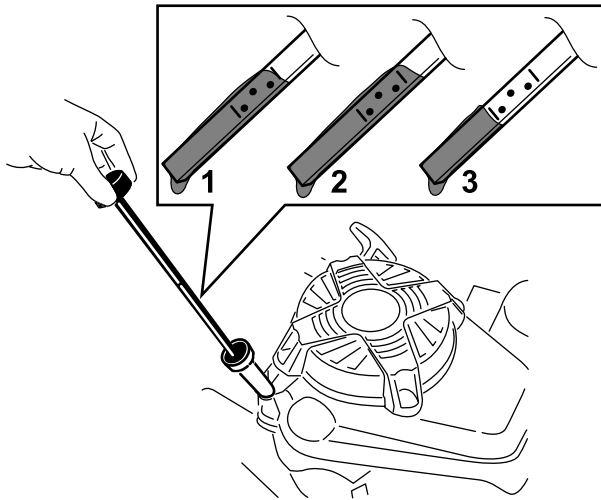

Figure 13
2. Tournez le bouchon dans le sens antihoraire et sortez la jauge (Figure 13).
5. Relevez le niveau d'huile indiqué sur la jauge (Figure 13).
- Si le niveau d'huile est trop bas, (Figure 13), versez avec précaution une petite quantité d'huile détergente SAE 30 ou SAE 10W-30 dans le tube de remplissage, attendez 3 minutes puis répétez les opérations 3 à 5 jusqu'à ce que le niveau d'huile correct soit atteint. Pour connaître le type d'huile, voir Vidange de l'huile moteur \(page 19\).
- Si le niveau d'huile est trop élevé (Figure 13), vidangez l'excédent d'huile jusqu'à obtention du niveau d'huile correct sur la jauge ; voir Vidange de l'huile moteur \(page 19\).